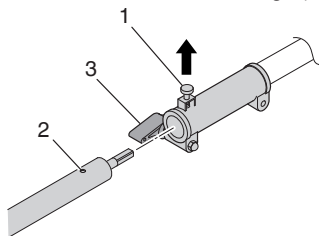

Fig. 1
2. Assurez-vous que la cheville de blocage (1) pénètre bien dans l'orifice de blocage (2) du tube et que le tube ne se détache pas. (Fig. 1)
3. Serrez fermement l'écrou de blocage (3). (Fig. 1)